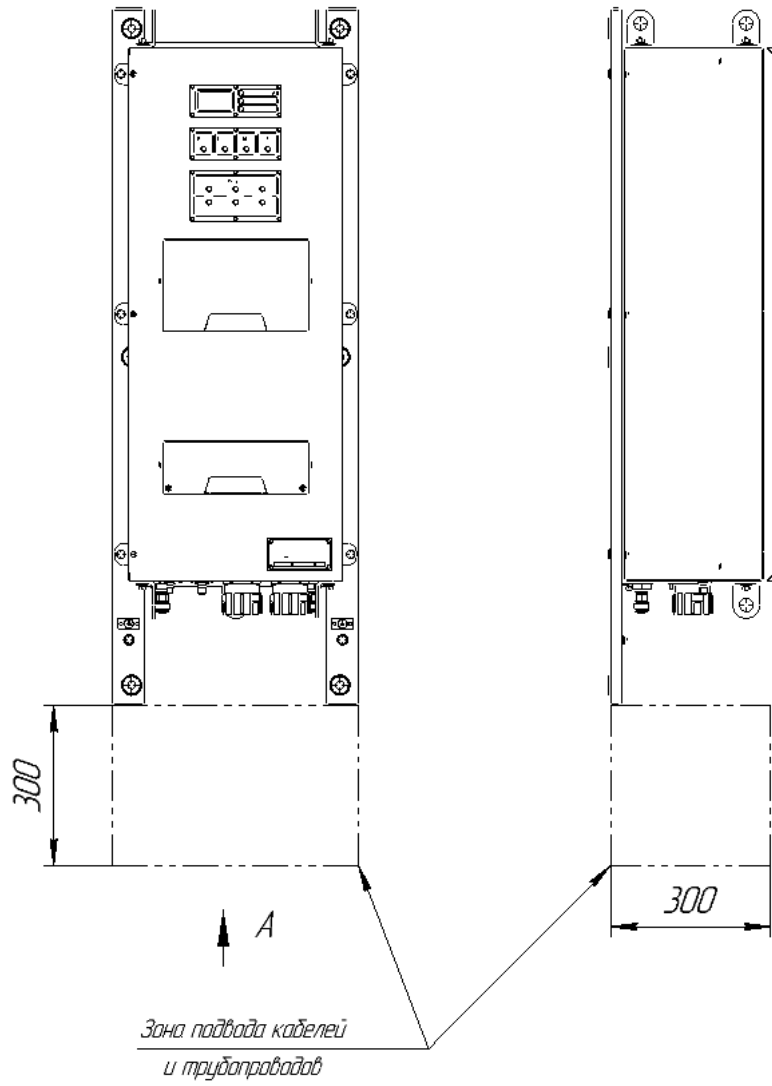
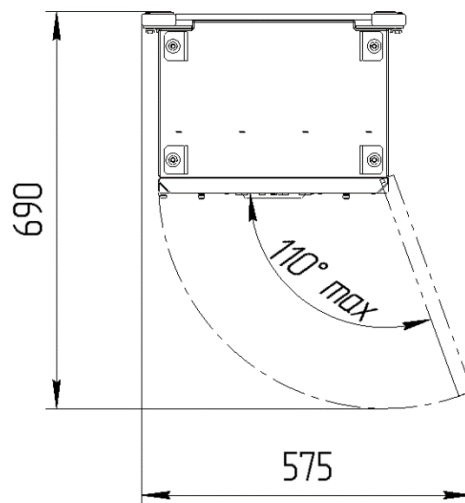

Рисунок 3 – Зоны подвода кабелей и трубопроводов
Рисунок 4 – Зона обслуживания МПЧ
2.1.2.3 При выборе места размещения МПЧ должны быть предусмотрены зоны подвода кабелей и трубопроводов (см. рис. 3), а также зона обслуживания (см. рис. 4).